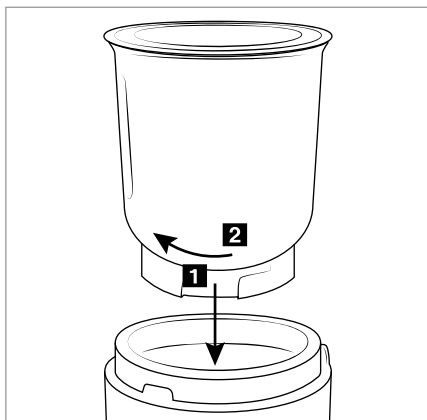

Fig. 1
- 5) Sæt beholderen **(3)/(4)** ind i motordelen **(5)**: Sørg for, at låseanordningerne på indersiden af motordelen **(5)** går ind i udkæringerne på beholderens **(3)/(4)** sokkel (se fig.1/**1**).
- 6) Drej beholderen **(3)/(4)**, så låseanordningerne inden i motordelen **(5)** går ind i skinnen (retning **1**) og beholderen **(3)/(4)** låses (se fig. 1/**2**).